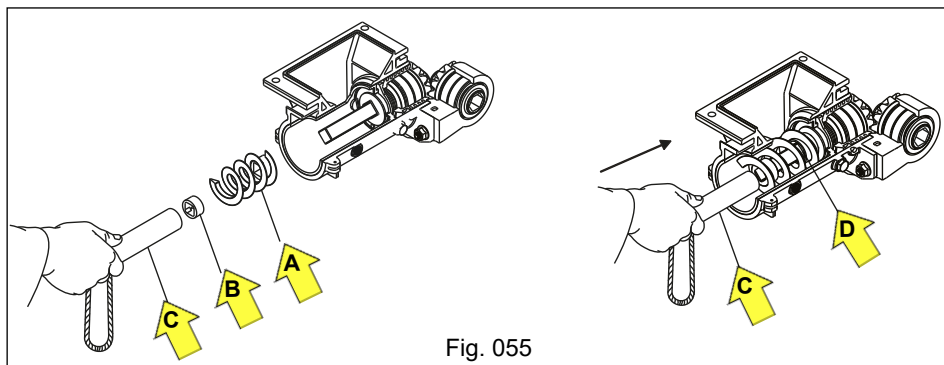

Fig. 055
- Após a limpeza ou substituição, coloque a rosca sem fim "A", juntamente com o anel trava "B", através do tubo fixador "C", observando que a rosca sem fim e o anel trava fique bem posicionados na base do eixo acionador "D" (Fig. 055).